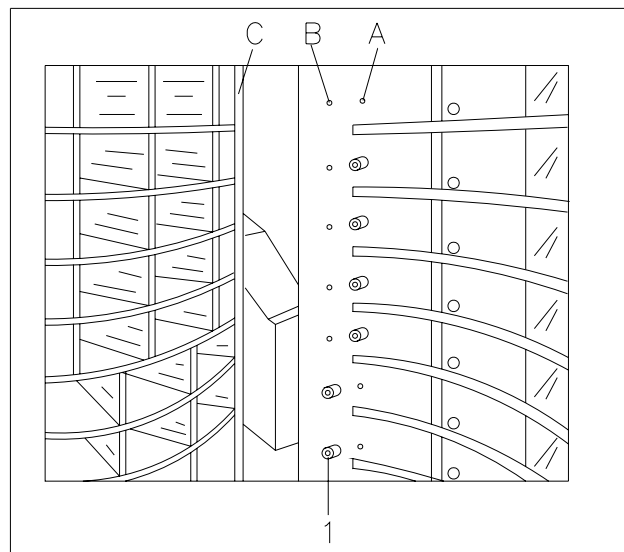

FIG. 11
Las bandejas de selección incluidas en el distribuidor tienen los compartimientos regulados previamente como se muestra en la FIG. 9. Se puede variar el número de los compartimientos quitando o agregando los tabiques divisores. El número de los espacios por plano puede ser: 6, 12, 18, 36. Cuando se varía el número de los espacios, es necesario variar también la posición del tope de la ventanilla ref. 1 FIG. 11 correspondiente al compartimiento modificado, de manera tal que el tamaño de la apertura de la puerta corresponda a la medida de los compartimientos modificados.
- a) Atornillar el tope pos. 1 FIG. 11 en el orificio -A- para compartimientos con 18 espacios;
- b) Atornillar el tope pos. 1 FIG. 11 en el orificio -B- para compartimientos con 12 espacios;
- c) Quitar el tope pos. 1 FIG. 11 para que la ventanilla de retiro se tope con el montante -C-, para compartimientos con 6 espacios;